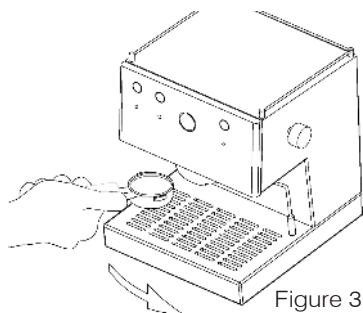

Figure 3
5. Introduisez le porte-filtre **7** dans le groupe **8** en allant de gauche à droite et en appliquant une pression finale suffisante (voir figure 3).